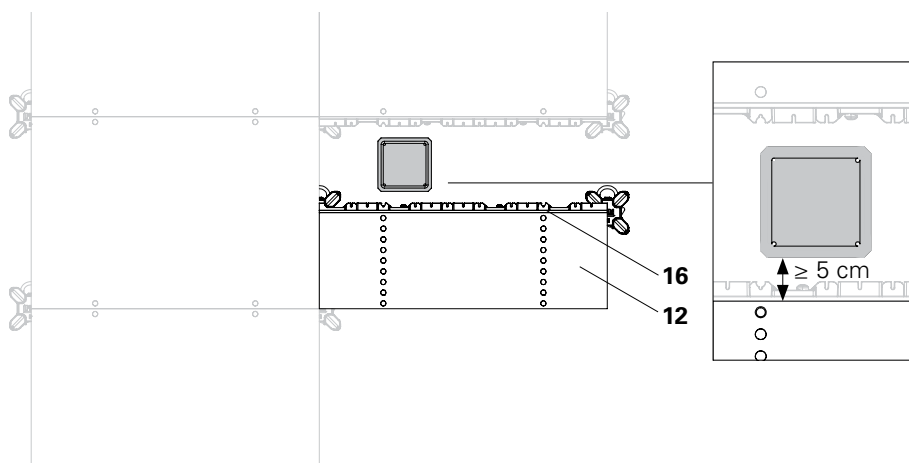

Fig. D3.07
7. Ripetere i passaggi da 2 a 6 dal lato opposto del pilastro. (Fig. D3.07)